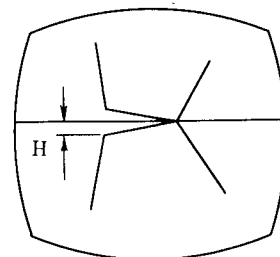

図1-12 傾き量の測定
② 手動パルサを操作してHの量(図1-12)を測定し、調整量を決める。
・ 図1-12は+の傾き量を示している。